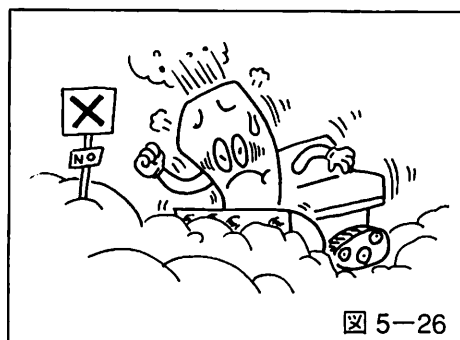

図 5-26
- 機械に一時的に負荷が大きくなりますから、変速レバーを「」の位置にすることによって負荷を取り除いてから作業を続けてください。(図5-26参照)